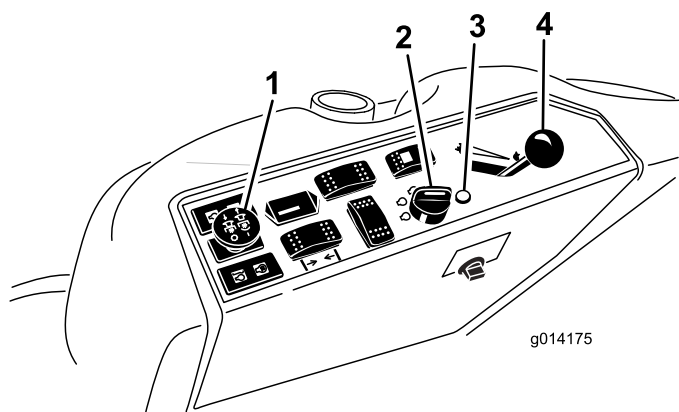

図 11
4. PTO スイッチをOFF 位置とする (図 11)。
5. スロットルレバーを Fast と Slow の中間にセットする 図 11。